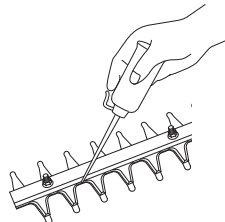

Fig. 13
**Lubricación de la hoja (Fig. 13)**